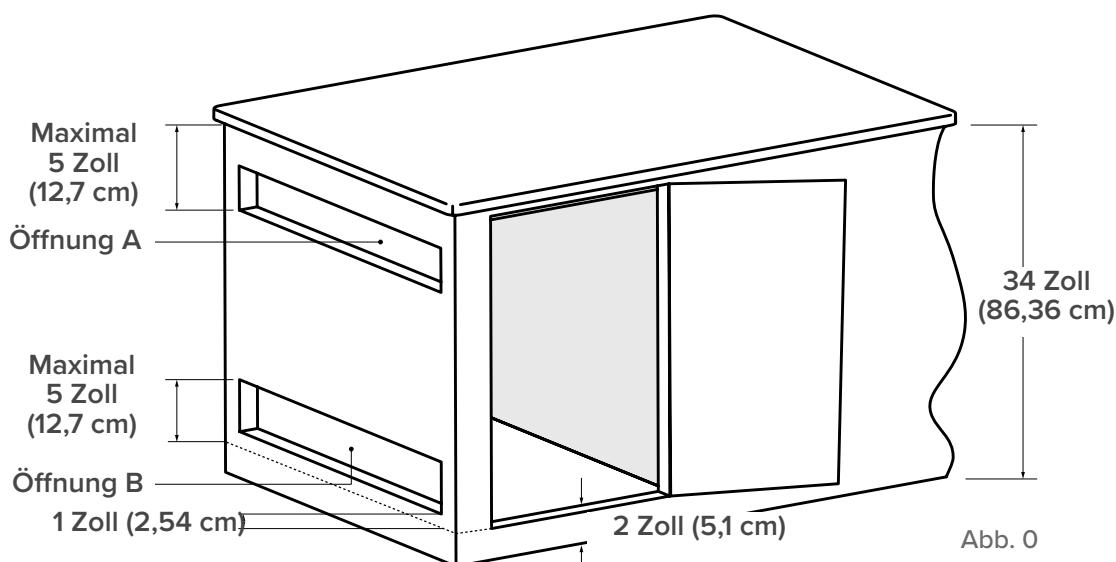

Abb. 0
- Die Oberkante der unteren Öffnungen darf nicht mehr als 127 mm über dem Boden liegen (**Abb. 0**).